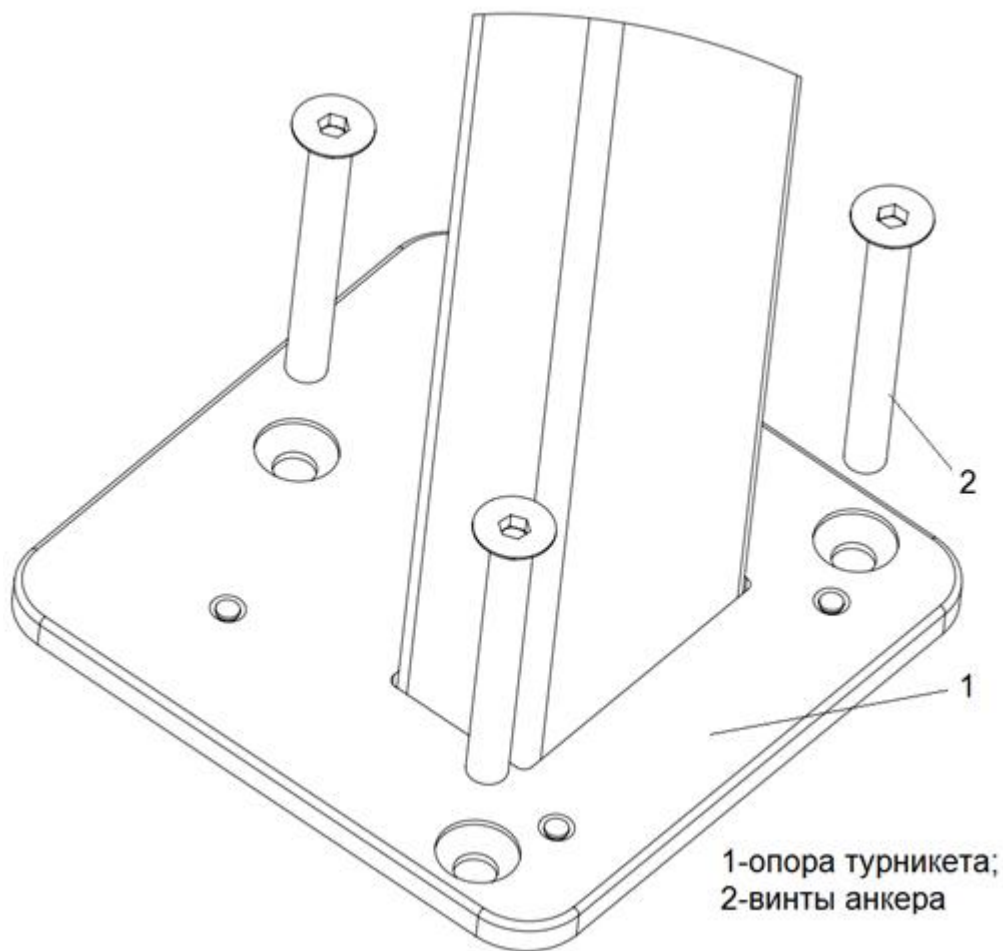

Рисунок 5 – Подготовка к установке турникета
4.2.8 Совместить отверстия в стойке турникета с анкерами в полу (Рисунок 5 – 1).
Закрепить стойку турникета 3 винтами (Рисунок 5 – 2), закрутив их в соответствующие анкера, используя ключ для винта с внутренним шестигранником S5.